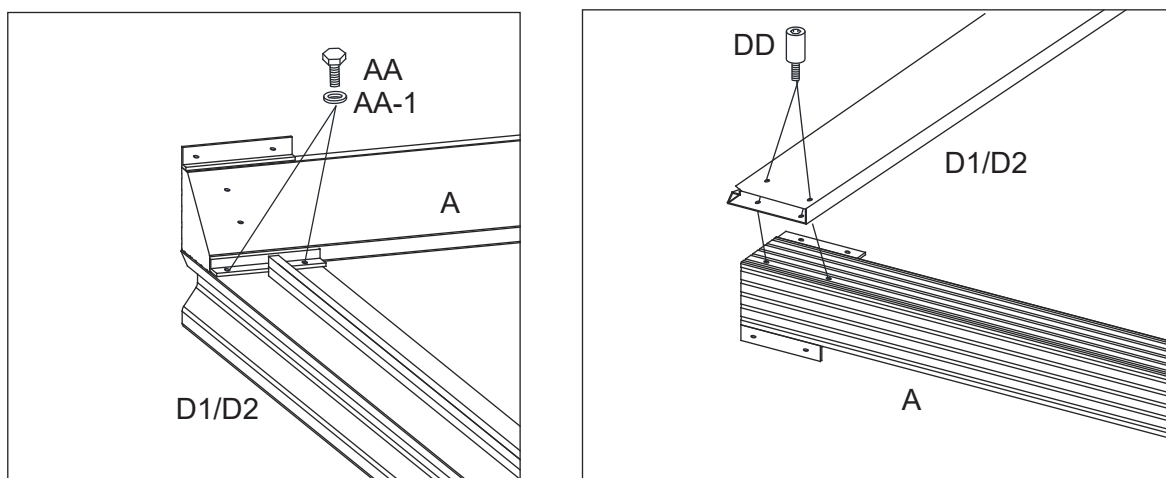

Figure 4-1
- 4.1. Fixer les linteaux longs (D1 et D2) à l'extrémité des poteaux d'angle (A) d'abord avec les boulons (AA) et la rondelle (AA-1) puis avec les boulons (DD). Serrez tous les boulons. Voir la figure 4-1.